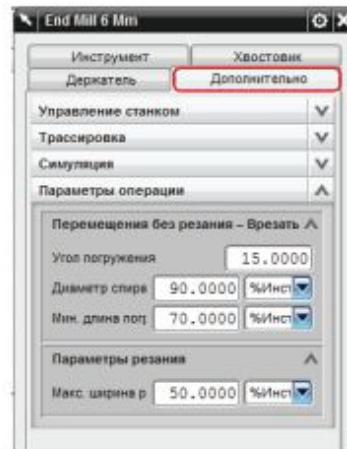

Рисунок 8.6
наследуются в операцию (рис. 8.6). Держатель может быть сконструирован из нескольких ступеней; в данном случае он задан тремя ступенями (1).